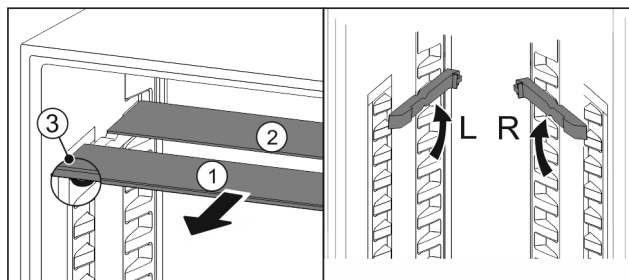

Fig. 112
- ▶ Retire las planchas de cristal individualmente hacia delante Fig. 112 (1).
- ▷ La placa de vidrio Fig. 112 (1) con moldura está situada delante.
- ▷ Los topes Fig. 112 (3) miran hacia abajo.